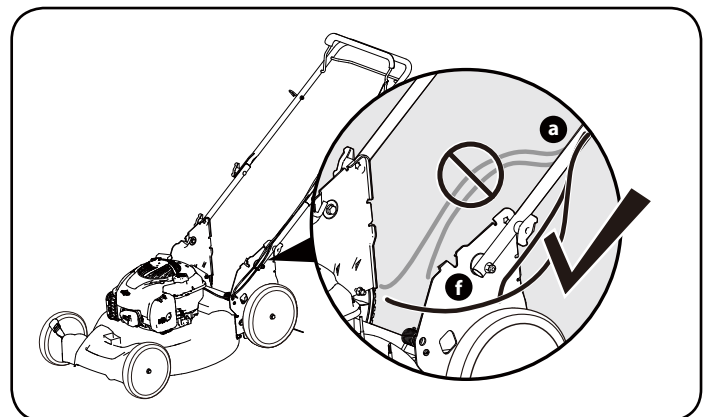

Figura 4
4. Asegúrese de que los cables (f) estén dirigidos hacia el exterior de la manija (a). (Figura 4)